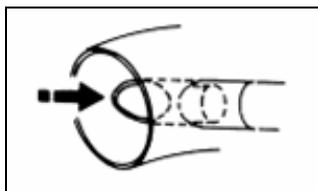

Рис.8 Шланг подачи пудры
7. Установите трубу в поворот трубы как показано на Рис. 8. При необходимости снимите гибкий шланг перед началом установки.
*Внимание! Удалите патрубок Рис.8 из поворота при использовании в качестве опрыскивателя.*